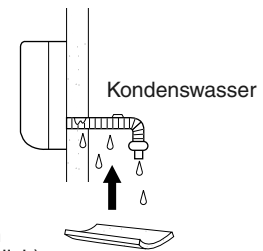

Abb. 3-115
- Wenn der Ablaufschlauch im Raum verläuft, ist er mit Isolierung* zu versehen, damit Möbel und Böden nicht durch Kondenswasser beschädigt werden. (Abb. 3-115)